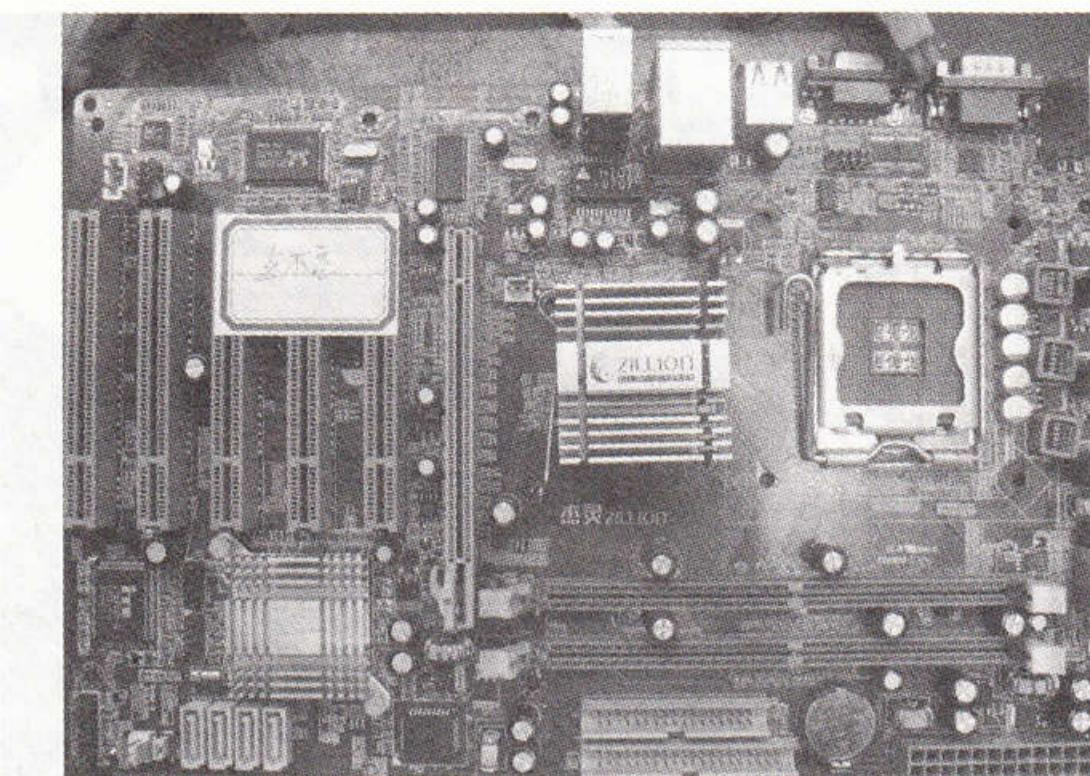

图 5-56 故障主板图
**主板型号：**杰灵 ZL-945GCLA。故障主板如图 5-56 所示。